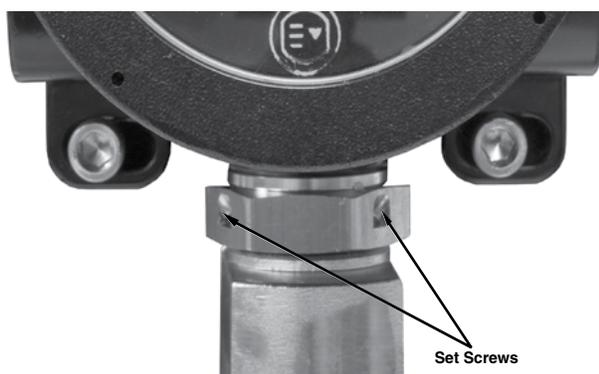

Figura 6 — Localização da Contraporca e Parafusos Allen (Somente Modelos Métricos)
3. Aperte os parafusos allen (mínimo de dois) para evitar que a contraporca se mova. Consulte a Figura 6.